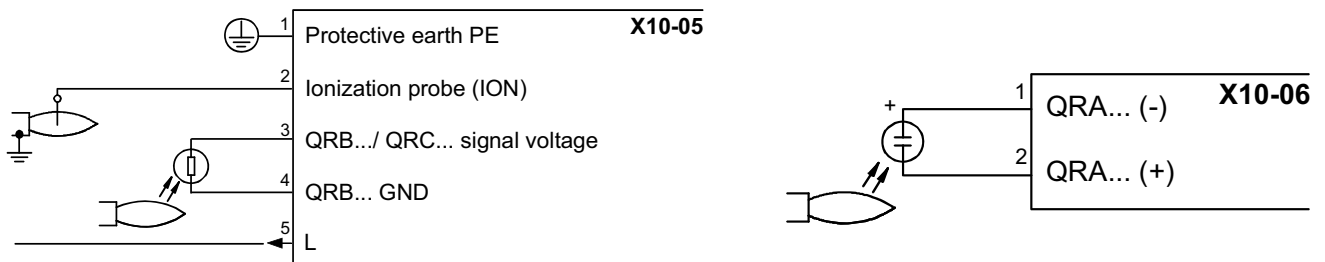

Рис. 52
- Проверить запальный и контрольный электроды, почистить, подрегулировать и, при необходимости, заменить (см. Рис. 47). В случае сомнения, проверить систему контроля после запуска горелки, следуя схеме на Рис. 52).